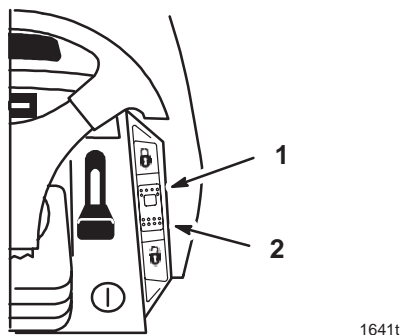

Abbildung 15
Der Fahrtregler ist an einigen Modellen als Zubehör erhältlich. Ein Dreipositions-Sperrschalter (federbelastet) am Armaturenbrett (Abb. 15) steuert die Betätigung des Antriebs. Durch den Fahrtregler kann die Position des Radantriebspedals ohne Fußdruck beibehalten werden. Der Fahrtregler ist nur für Vorwärtsfahrt bestimmt. Den Fahrtregler nicht für Rückwärtsfahrt verwenden.
1. Den Traktor anfahren. Siehe “Vorwärts- und Rückwärtsfahrt”, Seite 21. Den Fuß auf das Radantriebspedal gedrückt halten und den Fahrtreglerschalter (Abb. 15) auf Position “SET”-“LOCK” schieben.
1. Den Fuß auf das Radantriebspedal gedrückt halten und den Fahrtreglerschalter (Abb. 15) auf Position “OFF”-“UNLOCK” stellen.